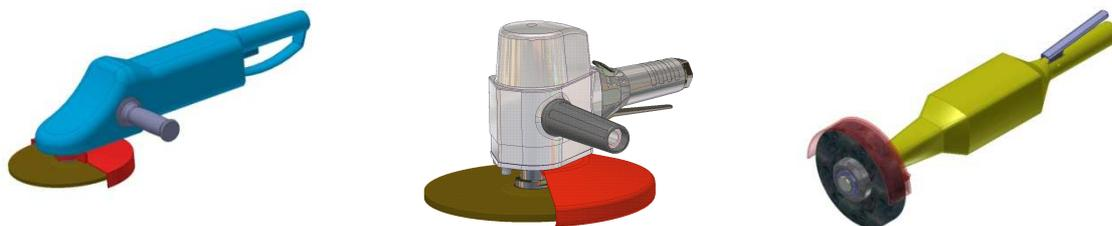

Figure 1 : Exemples de meuleuses d'angle, verticale et droite
En application du décret n°2005746 du 4 juillet 2005, le dossier web «vibrations transmises à la main et au bras » de l'INRS décrit la méthode de calcul de l'exposition vibratoire d'un opérateur sur une journée de 8 heures de travail (notée A(8) et exprimée en  $m/s^2$ ). En situation réelle, on constate que quelle que soit la famille de meuleuses, la valeur d'exposition A(8) évaluée à partir des résultats de la figure 1, dépasse fréquemment la valeur déclenchant l'action de prévention fixée à  $2,5 m/s^2$  dès que la durée d'utilisation excède 2 heures par jour. Il est rare que l'exposition quotidienne dépasse la valeur limite de  $5,0 m/s^2$ . Néanmoins l'opérateur peut être